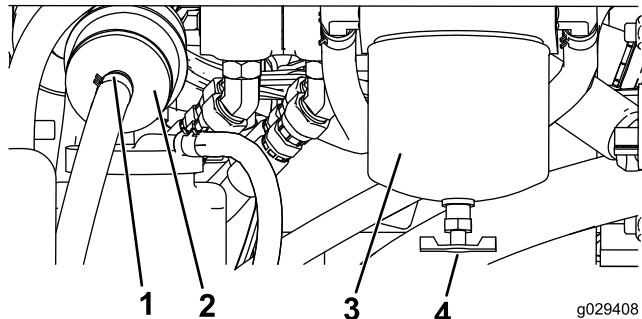

Figure 48
1. Localisez le filtre à carburant situé à l'arrière du moteur (Figure 48) et placez un récipient propre dessous.
1. Localisez les filtres à carburant situés sur le côté droit du moteur (Figure 48) et placez un récipient dessous.
2. Nettoyez la surface autour des supports de la cartouche du filtre (Figure 48).
3. Déposez la cartouche et nettoyez la surface de montage (Figure 48).
5. Installez la cartouche à la main jusqu'à ce que le joint rejoigne la surface de montage. Serrez ensuite la cartouche d'un demi tour supplémentaire (Figure 48).
6. Localisez le filtre en ligne derrière la cartouche du filtre à carburant (Figure 48) et notez le sens de la flèche sur le côté du filtre en ligne.
7. Ouvrez les colliers à chaque extrémité du filtre en ligne et débranchez les flexibles (Figure 48). Mettez le filtre au rebut.
8. Branchez les flexibles au bout d'un filtre neuf (Figure 48) en veillant à pointer la flèche qui se trouve sur le filtre dans le même sens que sur l'ancien filtre.